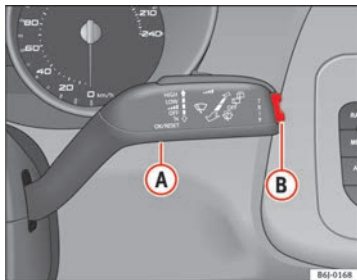

Abb. 34 Scheibenwischerhebel: Taste A und Wipptaste B
- Bei eingeschalteter Zündung kurz die Taste $\Rightarrow$ Abb. 34 **A** am Scheibenwischerhebel betätigen, um zwischen den beiden Speichern zu wechseln.